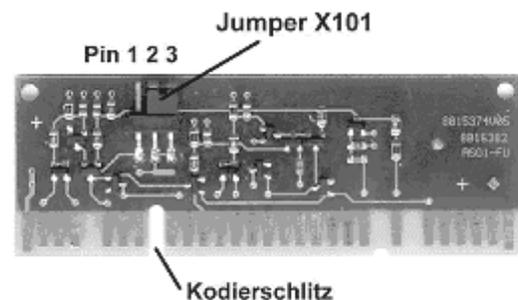

Abb. 6: Grundmodul ITSO11
- Der Jumper X101 auf Grundmodul ITSO11 muss auf Pin 2-3 „Totmann-Betrieb“ gesteckt sein (Abb. 6).
Bei Bedarf den Jumper X101 auf dem Grundmodul ITSO11 auf Selbsthalte-Betrieb umstecken (Jumper X101 Pin 1-2; s. Abb. 6).
- Jumper X101 Pin 2-3 = „Totmann“ (s. Abb. 6).